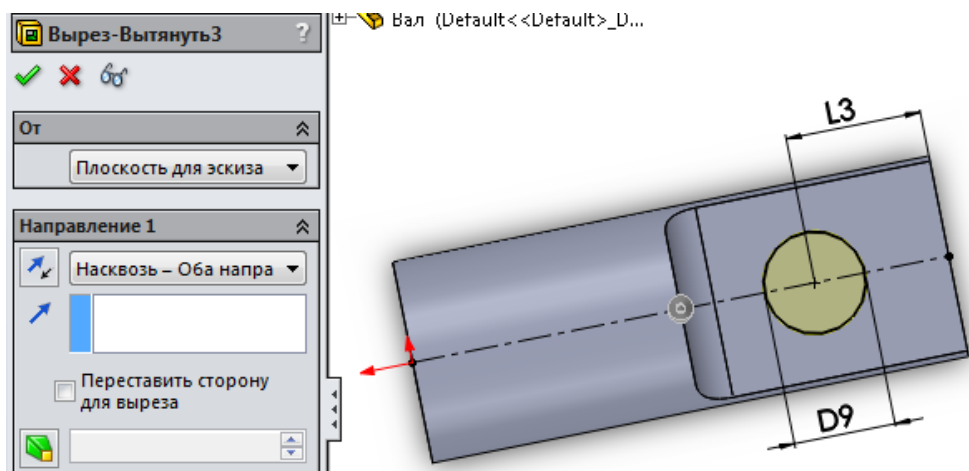

Рисунок 4.11 – Виріз кола діаметром D9
22. Натисніть кнопку «Вытянутый вырез» і витягніть Ваш ескіз, вказавши в параметрах «Направление 1» параметр «Насквозь» (рисунок 4.11).